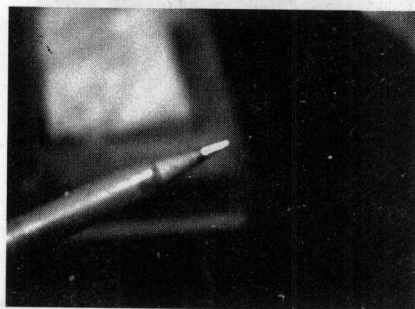
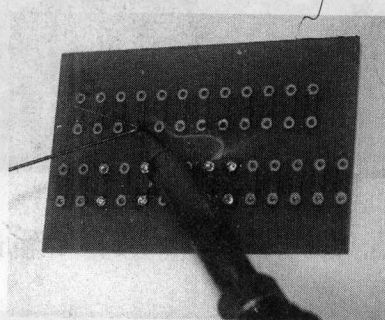

图 1-7 亮晶晶的烙铁头部
图 1-8 烙铁的使用
(1) 焊接前需先把烙铁插电预热，将烙铁架上的海绵先泡水弄湿，并且准备好要焊接的电子元件和电路板，减少边找元件边焊接的情况。
(2) 预热三分钟后即可开始焊接，此时的烙铁头应该是亮晶晶的（焊接前可以先用焊锡接触烙铁前端的烙铁头部分，焊锡若可顺利完全熔化，代表烙铁温度已经足够）烙铁温度到达时，其头部包着一层薄薄的焊锡，且看起来是亮晶晶的，如图 1-7 所示。
(3) 烙铁的握法以顺手为主，建议以握笔的方式握着手柄处，另一手拿焊锡，手不可太靠近焊锡线的前端。
(4) 开始焊接时，烙铁头和电路板的夹角以 45° 左右为佳。图 1-8 中烙铁头、元件引脚和电路板上欲焊接的元件引脚间的夹角即为 45° ，焊接时要避免吸入焊锡熔化时所产生的烟雾。
(5) 焊接时先将电子元件引脚折好置于电路板上，再把电路板翻面压好，焊接元件的顺序应该从较矮的电子元件先焊接。
(6) 我们先用烙铁头同时接触元件引脚和铜箔，即两方面同时加热，再将焊锡接触烙铁头，焊锡会立即熔解并扩展到元件引脚和铜箔上，这时可以慢慢移开烙铁，让焊锡自然凝固几秒钟，未凝固前不可移动上述元件。
(7) 焊好的接点从侧面看应该是呈内弧线的圆柱状焊点，如果你的焊点是球状的，那焊